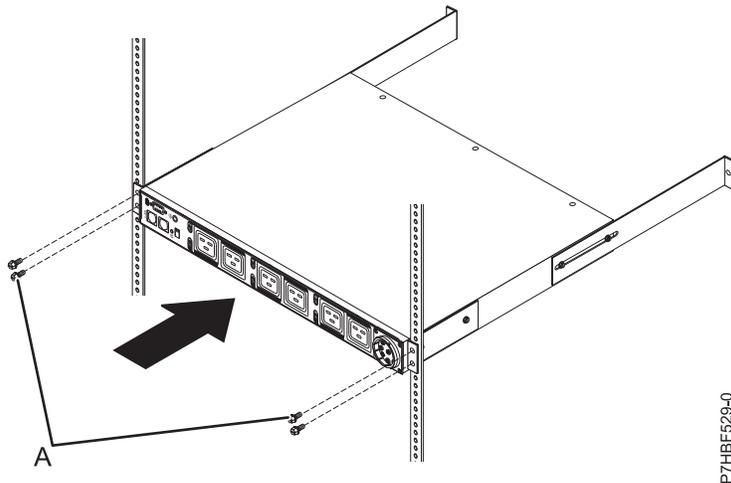

Figura 43. Ligar a parte frontal da PDU+ ou Intelligent Switched PDU no bastidor
13. Prenda os suportes de montagem longos e o painel de enchimento (A) ao armário do bastidor através do execução dos seguintes passos:
- c. Remova os dois parafusos M6 (A) se forem utilizadas porcas fixas ou parafusos M5 que fixam a PDU, PDU+ ou Intelligent Switched PDU aos bordos do bastidor.
- h. Alinhe a extremidade do modelo da PDU, PDU+ ou Intelligent Switched PDU com os suportes de instalação curtos com o exterior das abas do bastidor. Assegure-se de que as calhas se alinham apropriadamente com os bordos do bastidor anteriores. Caso contrário, marque e reajuste o comprimento das calhas de instalação ao remover a PDU, PDU+ ou Intelligent Switched PDU e repetir os passos de 13b na página 52 a 13g. Utilize dois parafusos M6 (A) se forem utilizadas porcas fixas ou parafusos M5 se forem utilizadas porcas de mola por suporte para ligar os suportes às porcas de mola ou porcas fixas nos bordos posteriores do bastidor.
- j. Alinhe o painel de enchimento em branco (A) na parte exterior dos bordos do bastidor, conforme apresentado em Figura 43 na página 52.
- k. Fixe o painel de protecção aos bordos do bastidor e, em seguida, ao suporte de instalação longo com um parafuso M6 (B) por suporte. Utilize os parafusos que foram fornecidos com o conjunto de instalação do bastidor.
14. Prenda os suportes de montagem longos e o painel de enchimento (A) ao armário do bastidor através do execução dos seguintes passos:
- d. Alinhe o painel de protecção (A) na parte exterior das abas do bastidor.
- e. Fixe o painel de protecção às abas do bastidor e, em seguida, ao suporte de instalação longo com um parafuso M6 (B) por suporte. Utilize os parafusos que foram fornecidos com o conjunto de instalação do bastidor.